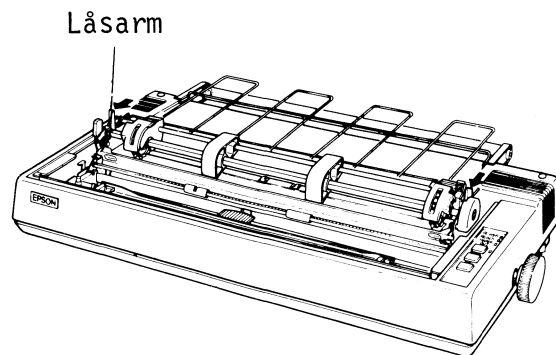

Fig 3.8 Demontering av traktormatningsenheten
- 1) Frigör låsarmarna genom att dra i riktning enligt fig 3.8.